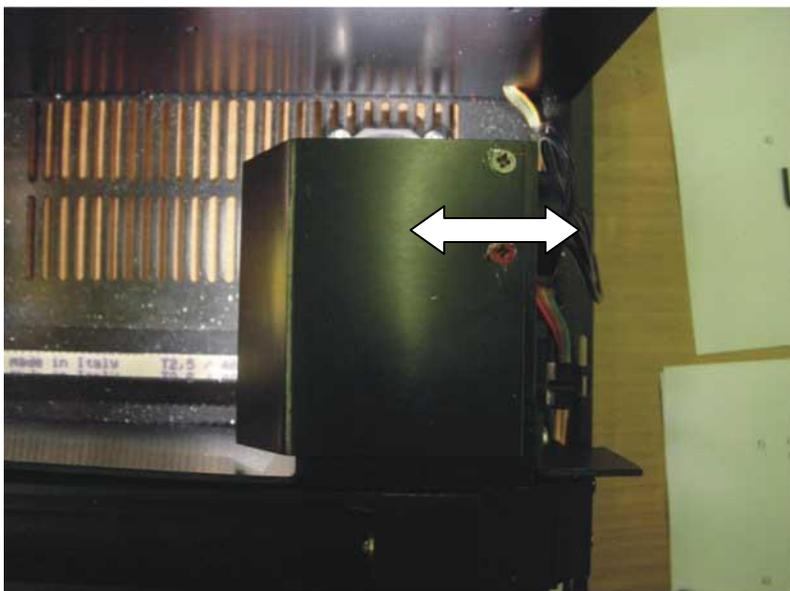

Рис. 7
7. Проведите юстировку положения лампы по горизонтали (рис. 7) (лампа в этот момент ключом не затянута):